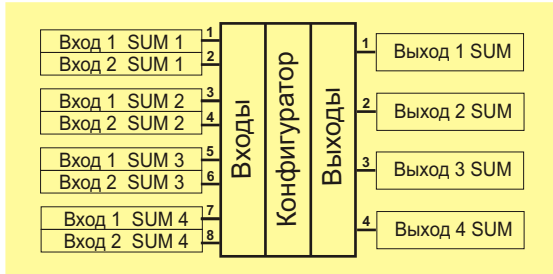

Рис. 40. Блок “Суммирование”, тип “2 SUM”
- **4-х элементным** (тип 2 SUM). В этом случае элемент состоит из 2-х входов и 1-го выхода. При этом, перед операцией суммирования, входные значения могут быть умножены на соответствующие коэффициенты *k*, а после суммирования, *k* полученному значению прибавляется константа Смещение. В данном типе установленное значение Смещение относится ко всем 4-м элементам блока, потому применение этого типа целесообразно в случае, когда Смещение не применяется или имеет одинаковое значение для всех 4-х элементов блока (Рис. 40);